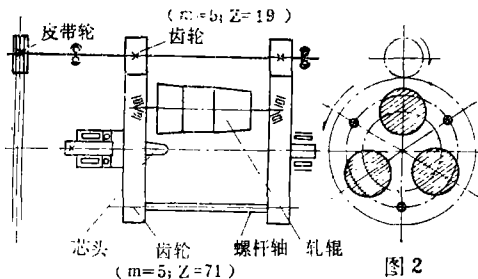

图2
2.锻厚装置(图2) 两端有齿轮,既是传动件,又是三个轧辊的支承体。轧辊